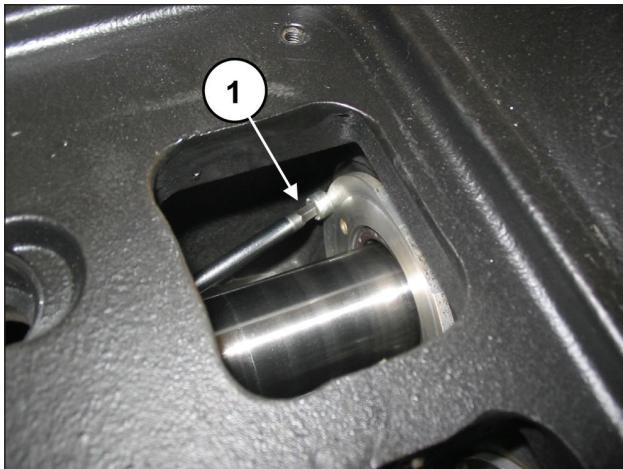

Abb. 162
Lösen Sie die zwei Befestigungsschrauben des Ölabstreifring-Deckels (Pos. ①, Abb. 162).